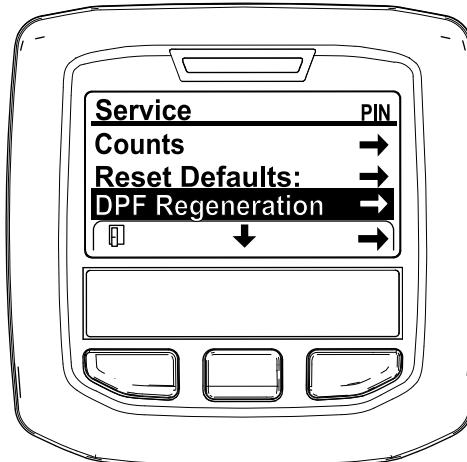

Figura 43
- No MENU DE MANUTENÇÃO, prima o botão do meio até surgirem as opções de REGENERAÇÃO DO DPF e prima o botão direito para selecionar a opção de REGENERAÇÃO DO DPF (Figura 43).